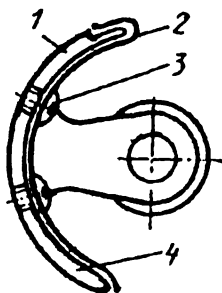

Рис. 55. Толкатель челнока (машина 2М кл. ПМЗ):
38. Отломан конец пластинчатой пружины толкателя челнока. Чаще отламывается выходной конец, так как им приходится регулировать величину выходного зазора (рис. 55)